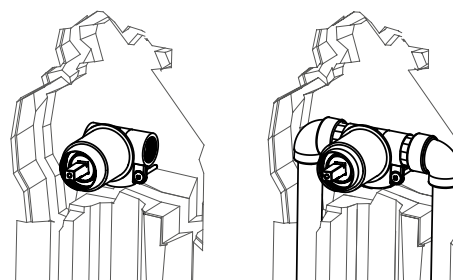

Рис. 2
3. Необходимо смонтировать смеситель, подключив к нему трубы системы водоснабжения, и закрепить его к стене (рис. 2), подобрав его положение в нише таким образом, чтобы глубина установки не превышала 37-46 мм.